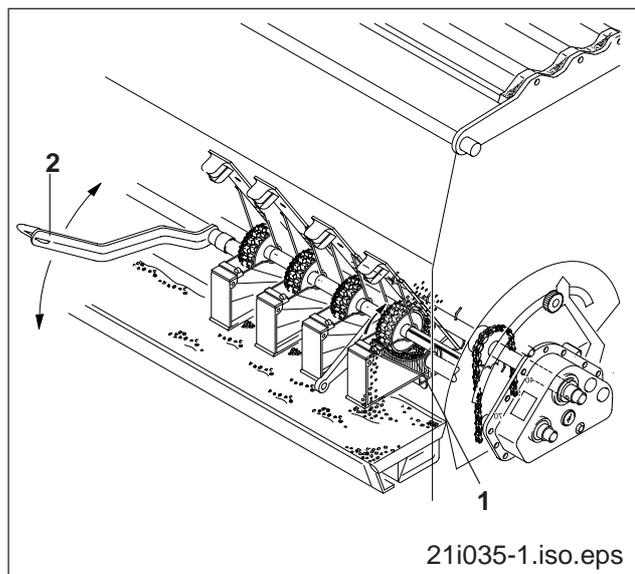

Fig. 26.2
Bei fehlerhaft eingestellten Bodenklappen (Fig. 26.2/1) kann es zu unkontrolliertem Ausfluss von Saatgut (Mehrmengen) während der Aussaat kommen. Die Grundeinstellung der Bodenklappen ist deshalb halbjährlich bzw. vor jeder Säperiode bei entleertem Saatkasten und entleerten Sägehäusen zu überprüfen.
2. Bodenklappenstellhebel (Fig. 26.2/2) in Loch "1" der Lochgruppe einrasten lassen und sichern.